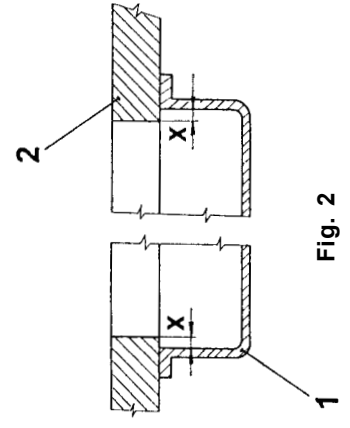
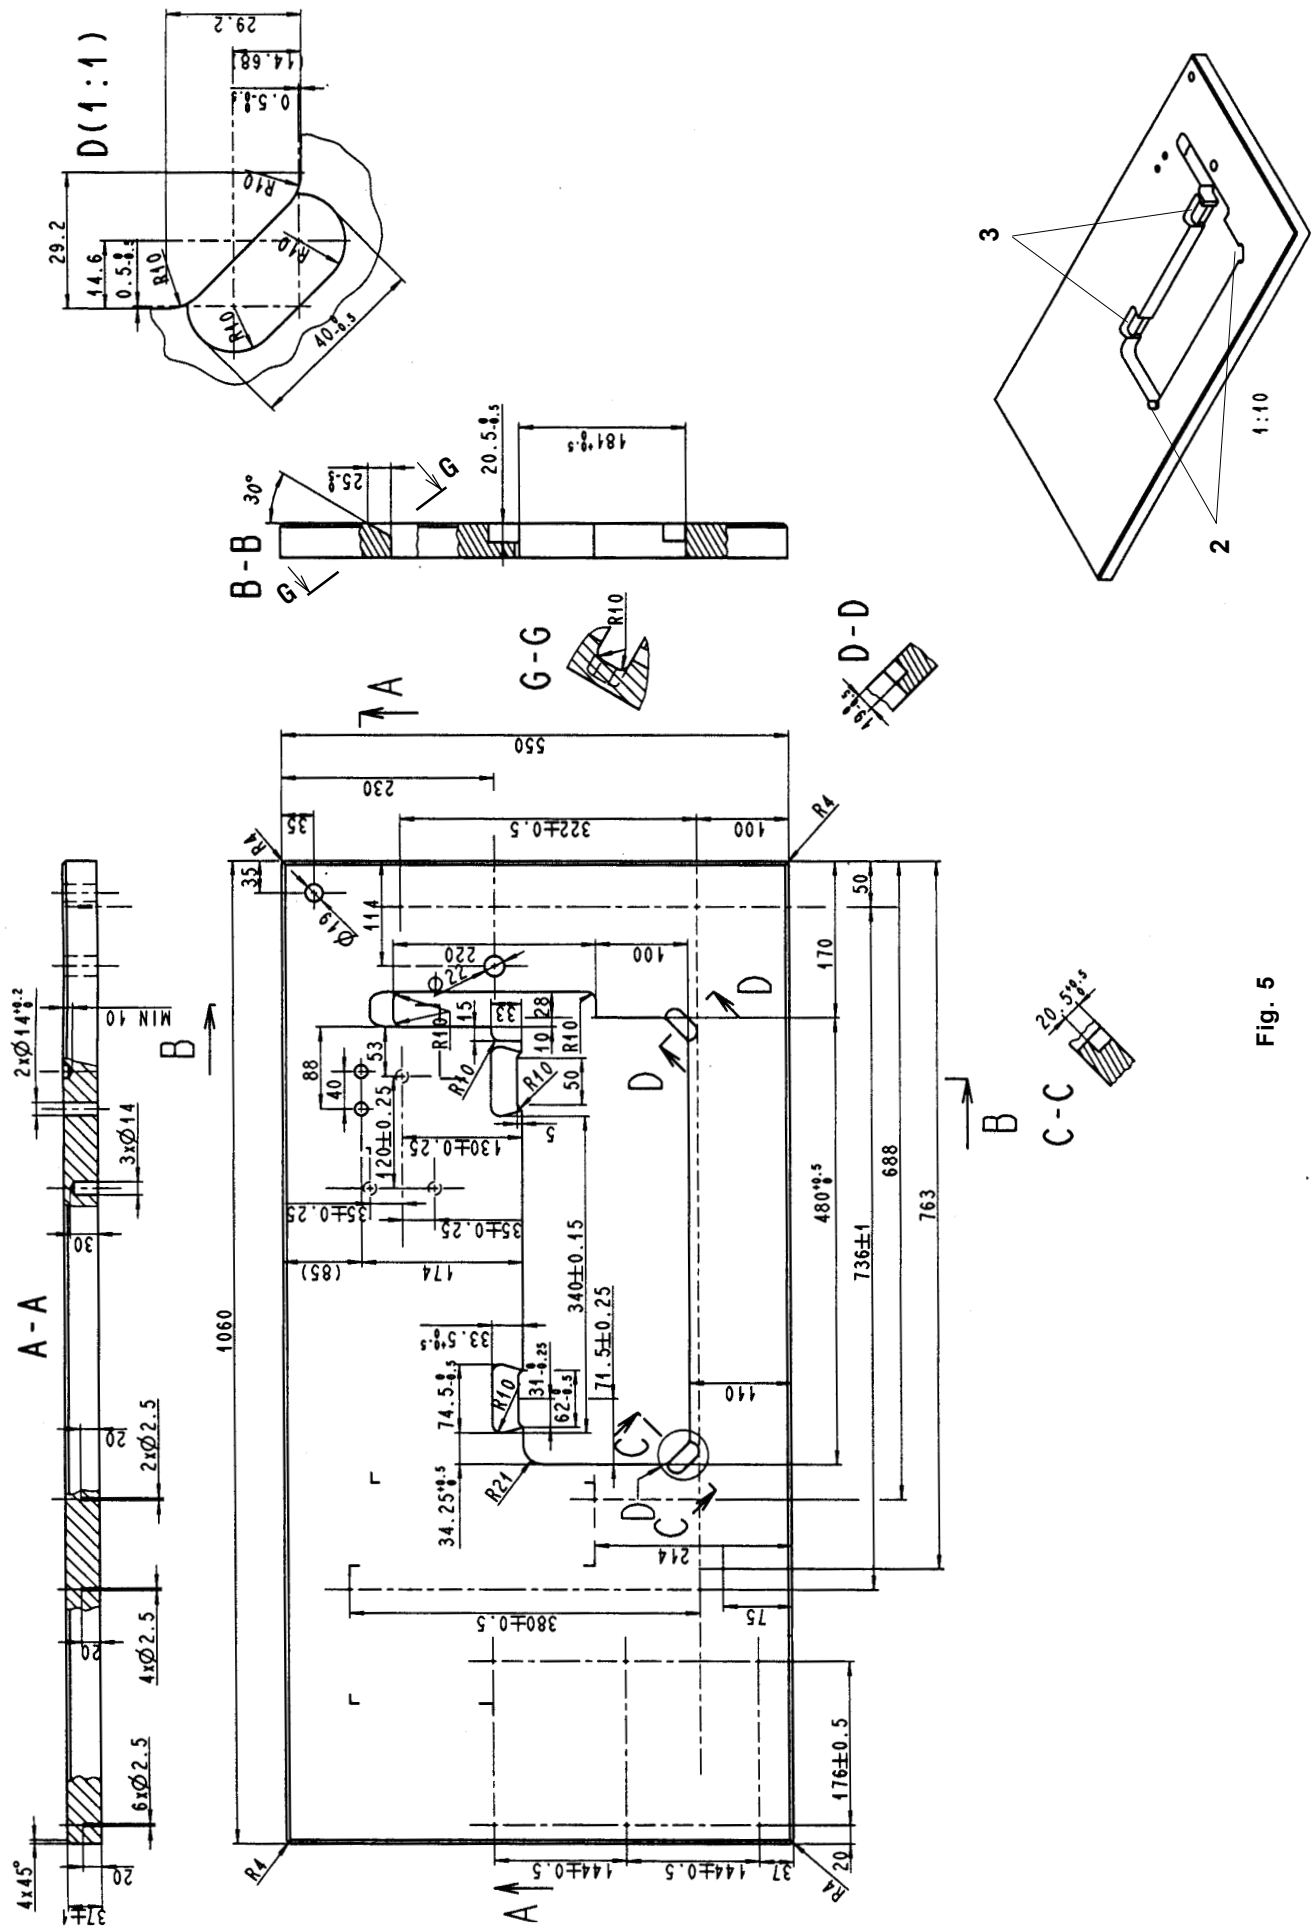

Fig. 2
Fig. 5
Pour le cas où le client s'assure sa propre plaque du bâti, le dessin en est indiqué sur la page 4 (Fig. 5).
5.1 Complètement de la plaque du bâti (Fig. 2, 3, 4, 5)
Les insertions en caoutchouc pour monter la tête de la machine dans la plaque du bâti sont à mettre dans l'évidement (2 et 3, Fig. 5). Pour une meilleure fixation, on recommande d'y coller ces insertions. En montant la cuvette (1, Fig. 2) veiller à ce que la distance "X" soit maintenue sur tout le pourtour de la cuvette entre l'intérieur de la cuvette et le périmètre de l'évidement dans la plaque du bâti (2).